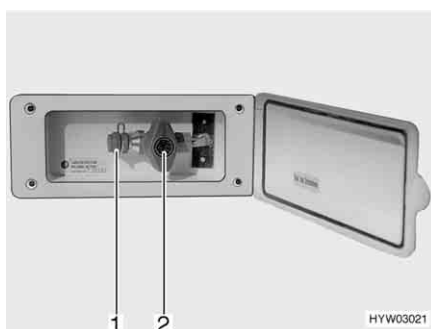

Fig. 63 Presa gas esterna, rubinetto di arresto del gas chiuso
La presa gas esterna (Fig. 63) si trova, a seconda del modello, nella parte posteriore o sul lato destro o sinistro del veicolo.
- Collegare l'apparecchio a gas esterno all'attacco (Fig. 63,1).
- Aprire il rubinetto di arresto del gas (Fig. 63,2).